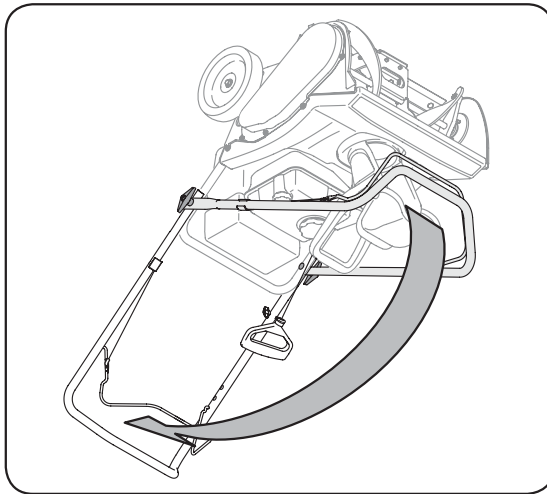

Figure 3-1
2. Relevez le guidon supérieur dans la direction indiquée à la Figure 3-1 jusqu'à ce qu'il s'embote à la position de travail. Faites attention de ne pas pincer le câble.